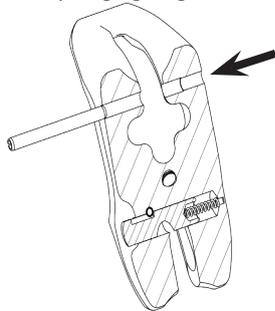

Abb. 26:
1. Schlagen Sie zur einfachen Demontage den Sicherungsstift mit dem Hammer immer analog Abb. 26 aus (entgegengesetzt zum Bolzen).